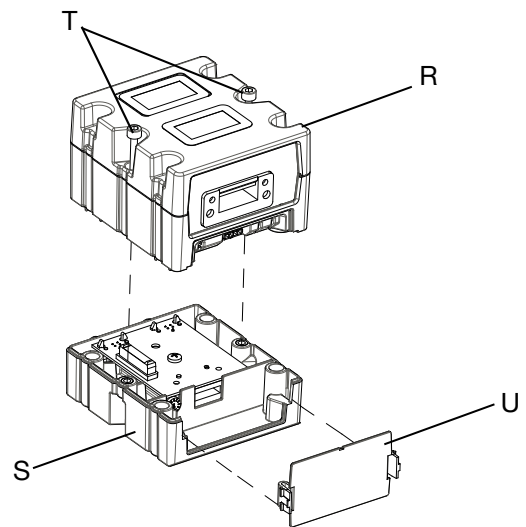

Fig. 24: Demontering av CGM
5. Ta bort åtkomstkåpan från CGM (U). Lossa de två skruvarna (T) och ta bort CGM (R) från basen (S) enligt **Fig. 24**.